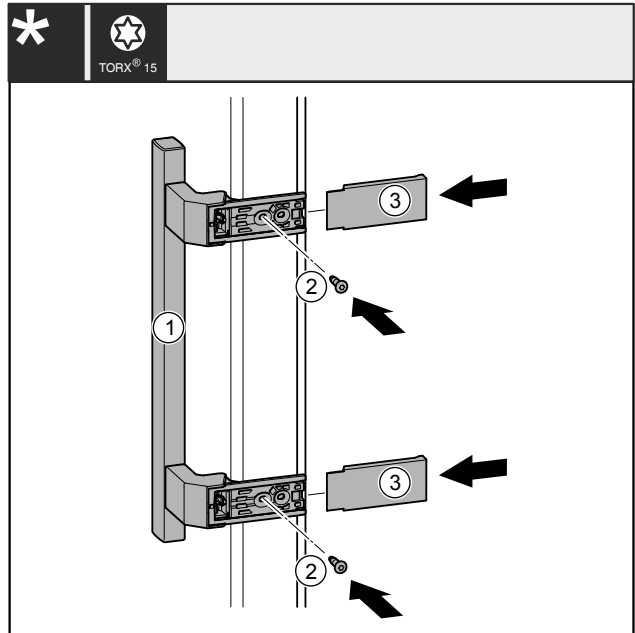

Fig. 42
- ▶ Breng het handvat Fig. 42 (1) aan de andere kant aan.
- ▶ Schroeven Fig. 42 (2) met een schroevendraaier vastschroeven.
- ▶ Plaats de afdekkingen Fig. 42 (3) op de zijkanten en schuif ze erop zodat ze vastklikken.